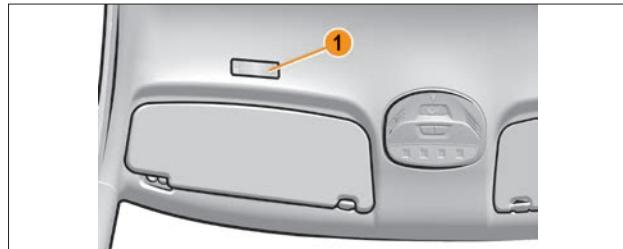

Рис. 2. Микрофон MMC
2.3. Ниже приведено описание особенностей управления автомобиля с автоматической (АКП) коробкой передач и левым расположением органов управления (см. рис. 2), которые необходимо учитывать при эксплуатации автомобиля согласно требованиям основного РЭ автомобиля:
Перед солнцезащитным козырьком водителя расположен микрофон 1 MMC (рис. 2).